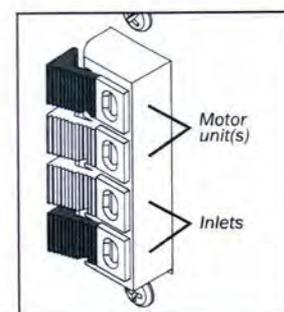

FIGURE 7
- Слаботочные соединения: коллектор имеет на корпусе 4 слаботочных разъема. Подключите слаботочные провода от пневморозеток к двум нижним разъемам, а слаботочные провода от силового агрегата к двум верхним разъемам (рис.7).